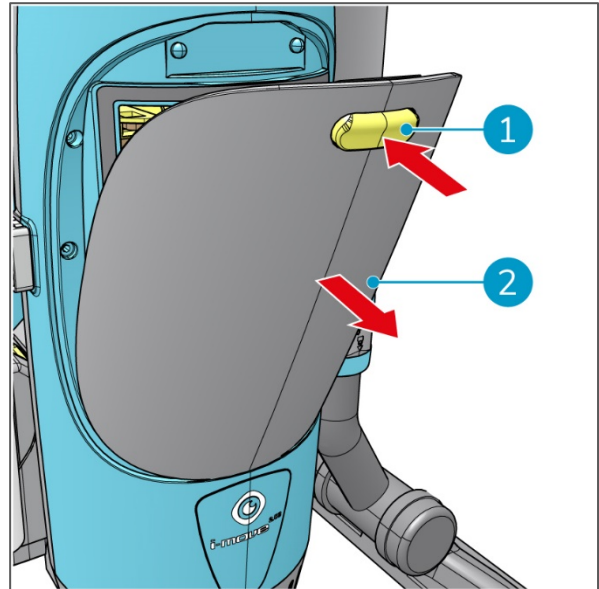

Figura 8
2. Presiona el botón amarillo (Figura 8, pos. 1) para desbloquear la tapa.
3. Retira la tapa (Figura 8, pos. 2).
9. Vuelve a colocar la tapa (Figura 8, pos. 2), presiona firmemente hasta que emita un clic.